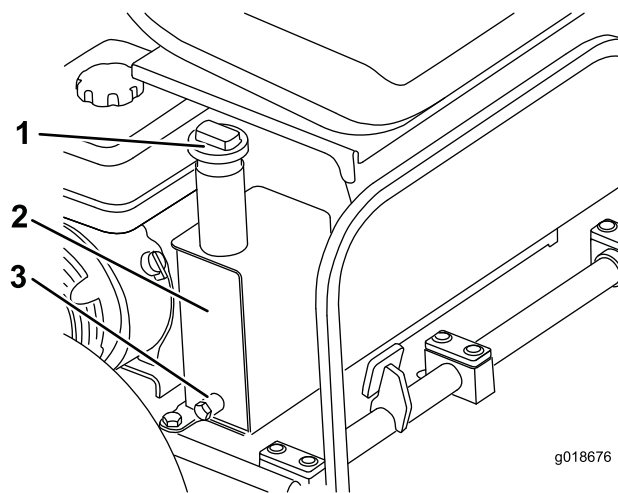

Figura 20
- B. Retire a cobertura da zona superior do depósito do óleo (Figura 20).
1. Coloque um recipiente adequado debaixo do tampão de escoamento do depósito do óleo (Figura 20).
2. Retire a válvula de drenagem da parte lateral do depósito (Figura 20).
7. Retire a tampa do depósito do óleo (Figura 20).